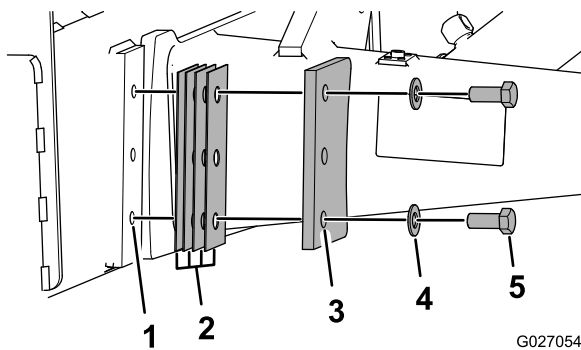
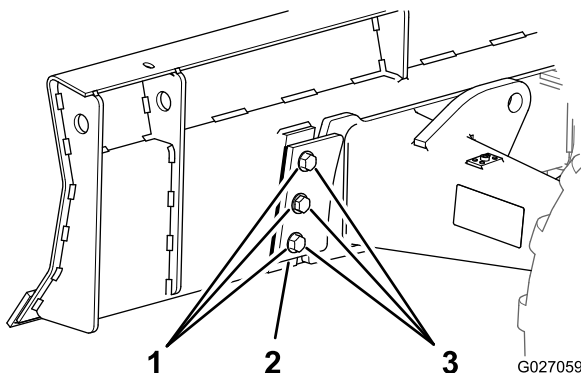

Figura 36
Figura 37
- Retire los pernos y las arandelas (Figura 36).
B. Añada un suplemento de retención entre la placa roscada de la hoja de relleno y la pletina de retención (Figura 36).
C. Monte la pletina de sujeción, los pernos y las arandelas y apriete a mano (Figura 36).
8. Monte la hoja de relleno en la placa de montaje en cada lado de la máquina con las 2 pletinas de retención, 6 pernos, (5/8 x 1-1/2 pulgadas), 6 arandelas (5/8 pulgada) y el número de suplemento (Figura 36 y Figura 37) determinado en el paso 5.